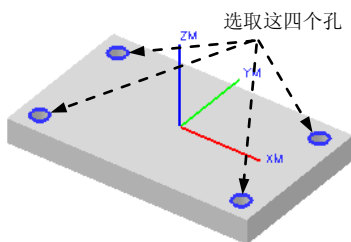

图 6.6.6 指定加工点
(1) 单击“出屑”对话框 **指定孔** 右侧的  按钮，系统弹出“点到点几何体”对话框，单击 **选择** 按钮，系统弹出“点位选择”对话框。
(2) 在图形区中选取图 6.6.6 所示的孔，单击“点位选择”对话框中 **确定** 按钮，被选择的四个孔被编号，完成后单击“点到点几何体”对话框中的 **确定** 按钮，返回“出屑”对话框。